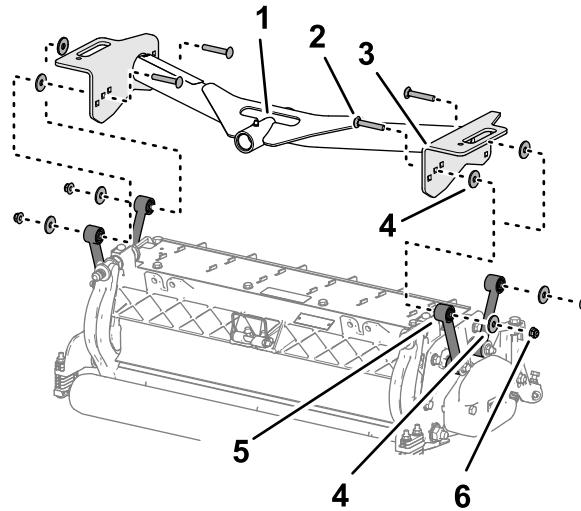

Figure 15
1. Alignez les trous dans les plaques du bâti porteur avant sur les trous des plaques de montage de l'unité de coupe (Figure 15).
- Alignez une rondelle entre la plaque porteuse et la biellette (Figure 15) et assemblez les plaques et l'entretoise sans serrer, au moyen d'un boulon de carrosserie ($\frac{3}{8} \times 2\frac{1}{4}$ "), d'une rondelle et d'un contre-écrou à embase ($\frac{3}{8}$ ").